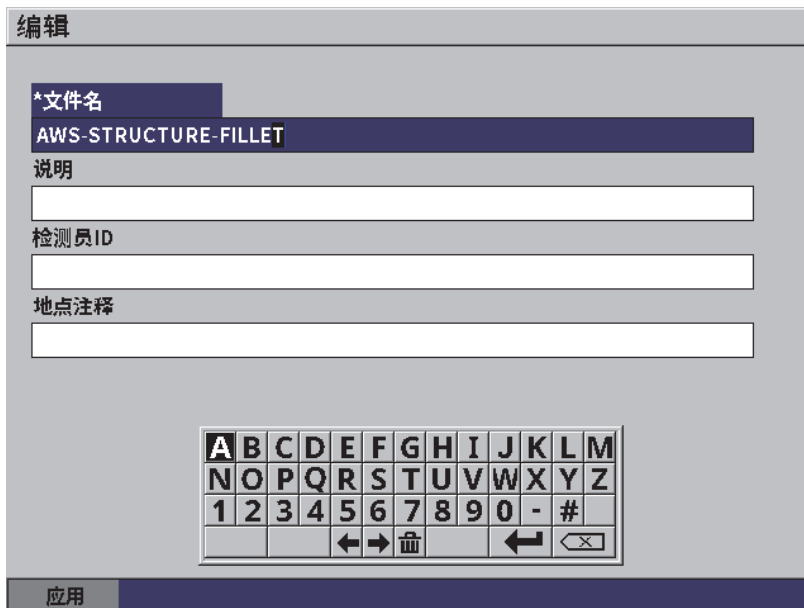

图 9-14 编辑设置页
2. 按确定键，查看文件内容（参见第 132 页的图 9-14）。
4. 使用虚拟键盘、调节旋钮和确定键，输入字符（最多 32 个）（参见第 132 页的图 9-14）。